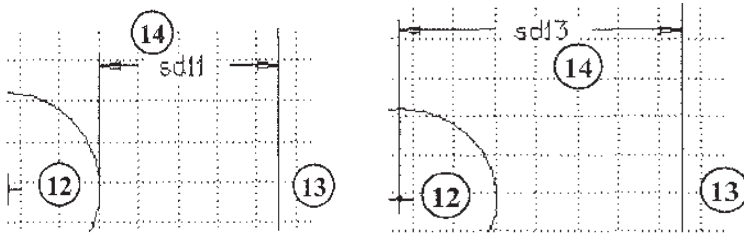

Рис. 2.36. Пятый пример простановки линейных размеров
На рис. 2.36 — пятый пример простановки линейного размера: левой кнопкой мыши выбирается отрезок (13), дуга/окружность (12), средней — место расположения символа размера (14).